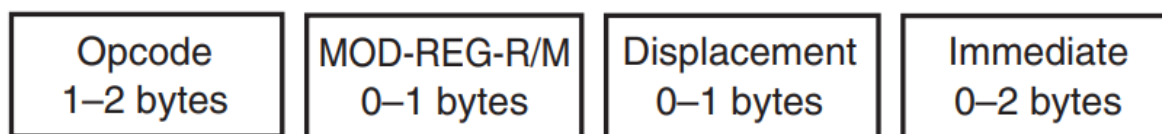

Figura 3.2.1.a – instrucțiuni pe 16 biți [2]
Codul unei instrucțiuni este împărțit în patru componente principale (după cum se poate observa și în figura 3.2.1.a).
**Cea de a doua componentă** este cea care definește modul de adresare și specifică dacă operandul este un registru sau o locație din memorie. Câmpul **Mod** specifică modul de adresare folosit : 00 – fără deplasament, 01 – deplasament de 8 biți, 10 – deplasament de 16 biți, 11 – operandul este registru. Câmpul **Reg** și **R/M** pot reprezenta amândouă câte un registru (figura 3.2.1.b) sau un registru și o locație din memorie.